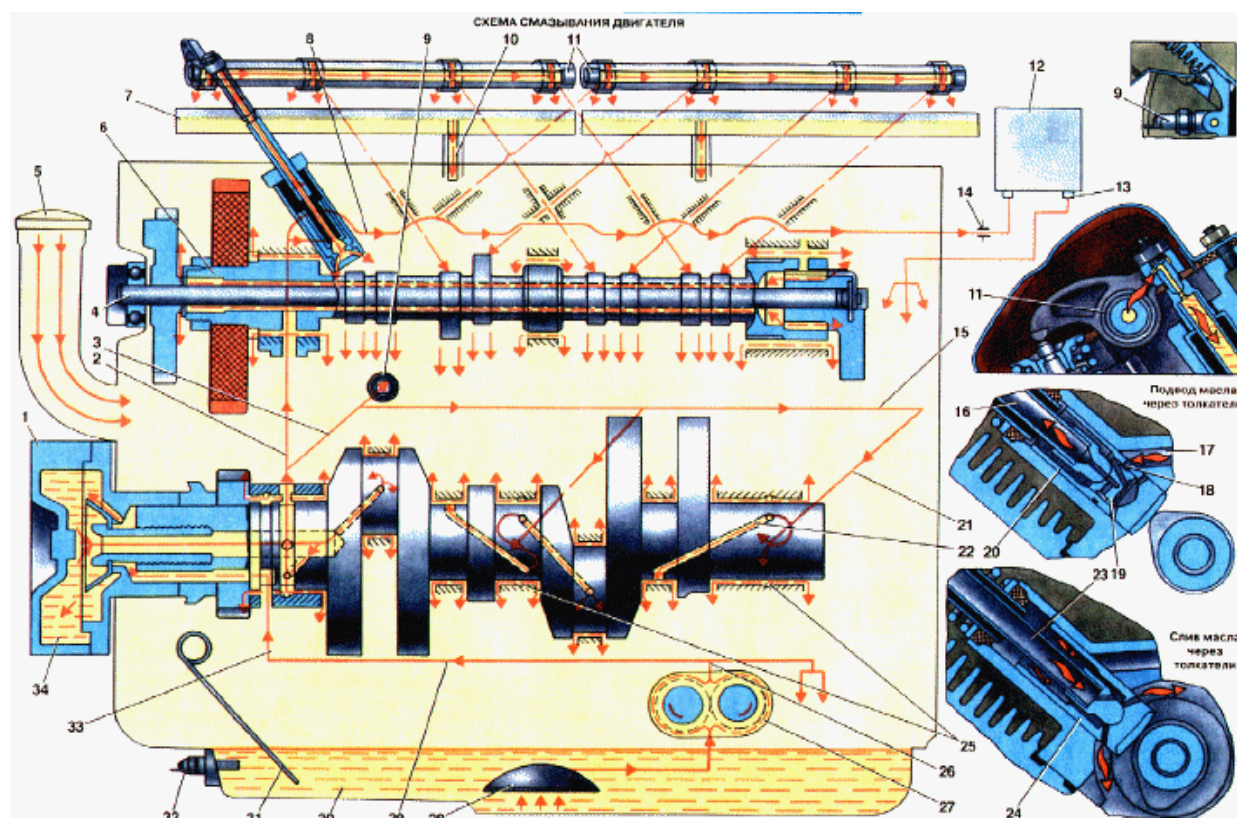

Рис. 10. Схема смазки двигателя:
**Система смазки** — комбинированная (рис. 10). Под давлением смазываются коренные и шатунные подшипники, подшипники распределительного и балансирующего валов, толкатели и валики коромысел; остальные детали — разбрызгиванием. Система смазки включает в себя масляный картер, приемник масляного насоса, масляный насос, центробежный маслоочиститель, масляный радиатор, систему подводящих и отводящих каналов, указатель уровня масла и маслозаливную горловину.